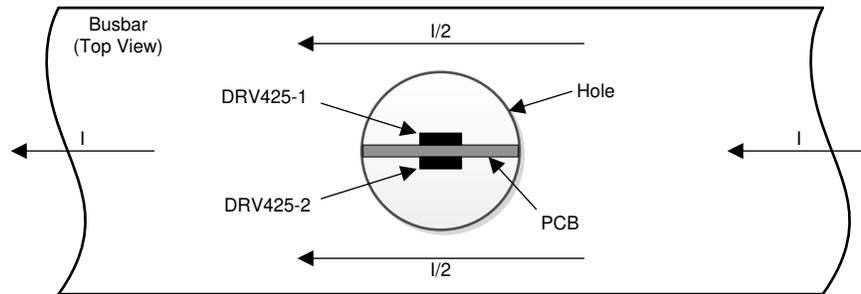
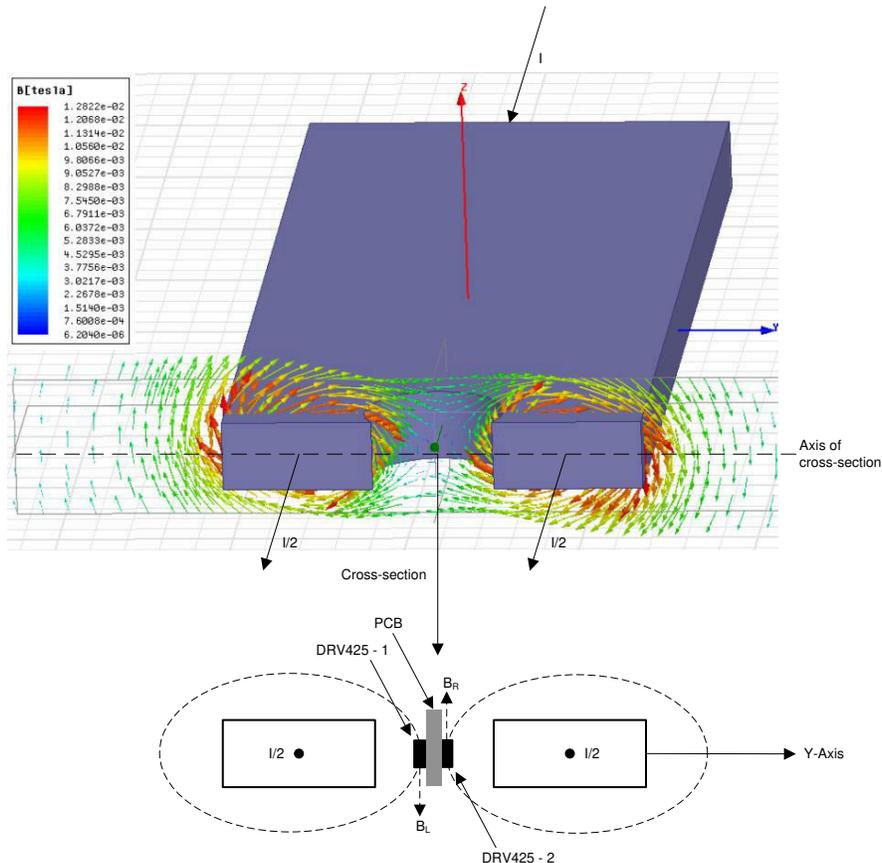

図 7-5. バスバーでの電流検出
図 7-6. バスバー ホール内の磁界分布
図 7-5 に、2 つの DRV425 デバイスを使用する代替アプローチを示します。バスバーの中央にホールをあけると、電流は等しい 2 つの部分に分かれ、穴の内部で逆方向の磁界勾配を生じさせます。これらの磁界は、図 7-6 で B_R および B_L と呼ばれます。反対側のフィールドは、ホールの真ん中で互いに打ち消し合います。ホールの中央から同じ距離に配置された 2 つの DRV425 デバイスは感度が高く直線性が高いため、小さな逆方向の磁界を検出し、電流を高精度レベルで測定できます。差動測定は、外部のフィールドを拒否し、同相誤差を生成します。この誤差は出力で減算されます。
2. 図 7-6 に示すように、バスバーを介して電流を印加し、バスバー ホールの y 軸に沿って PCB を移動します。 $V_{CM} = V_{OFFSET}$ の場合、PCB はホールの中心にあります。